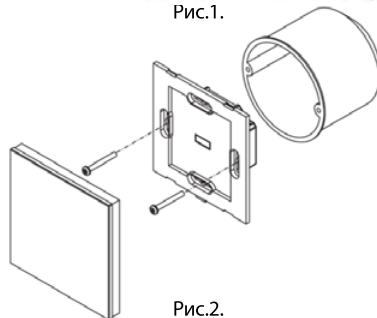

Рис.2.
- 3.4. Установите корпус панели в монтажную коробку и закрепите её при помощи двух винтов. Аккуратно установите лицевую панель на место (рис.2).